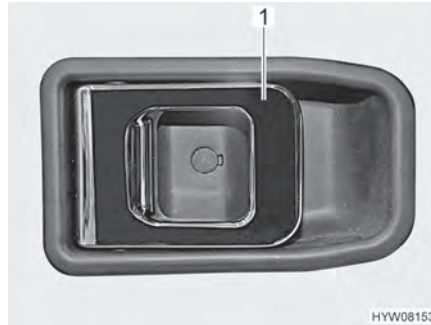

Fig. 34 Serratura della porta (porta conducente, lato interno)
- Apertura:* ■ Tirare la maniglia (Fig. 34,1). La serratura della porta si sblocca o apre.
- Bloccaggio:* ■ Premere la maniglia (Fig. 34,1). La serratura della porta si blocca.